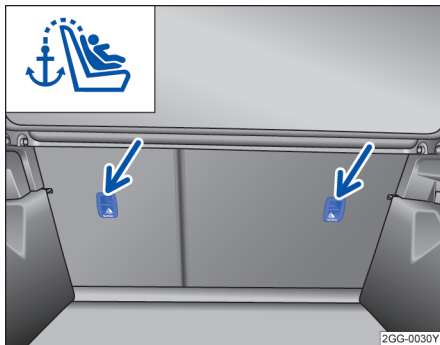

图 39 带顶部紧固绳的 ISOFIX 儿童座椅
- 将儿童座椅插到 ISOFIX 固定环上 → 图 39，直到听见儿童座椅的啮合声。
- 安装正向儿童座椅时，将座椅靠背尽可能向前调节，使其靠在儿童座椅上 → 图 39。
- 将顶部紧固绳固定到行李厢紧固环上 → 图 39。
- 带有 ISOFIX 装置和顶部紧固绳的儿童座椅上标有一个示意图 → 图 39。